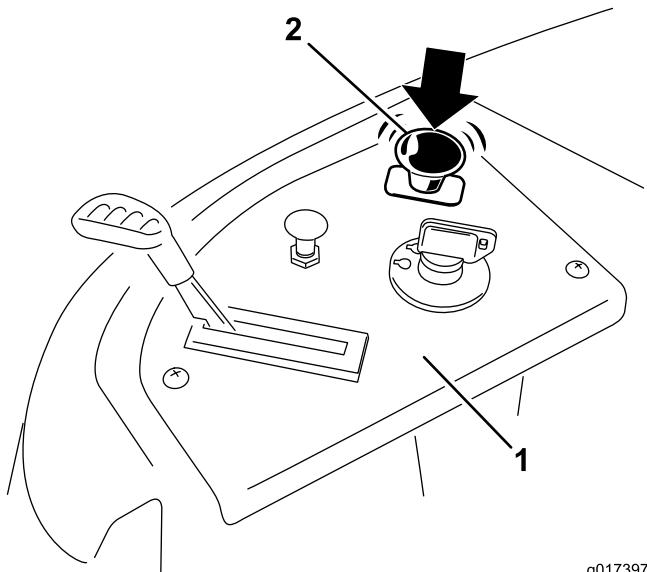

Figure 15
Appuyez sur la commande des lames pour la placer en position désengagée et désengager les lames (Figure 15).
3. Désengagez les lames en plaçant la commande des lames en position Désengagée (Figure 15).